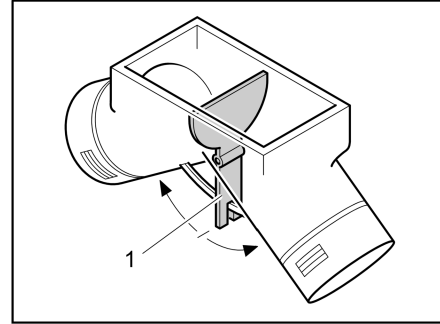

Bild 112 Cirkulationsfläkt, spjäll i mittläge
I mittläget fördelas varmluften jämnt mellan de två varmluftsöppningarna. Manöverspaken (Bild 112,1) för spjället finns under golvluckan i klädsåpet.
- Skjut manöverspaken (Bild 112,1) i pilens riktning tills önskad position nås.